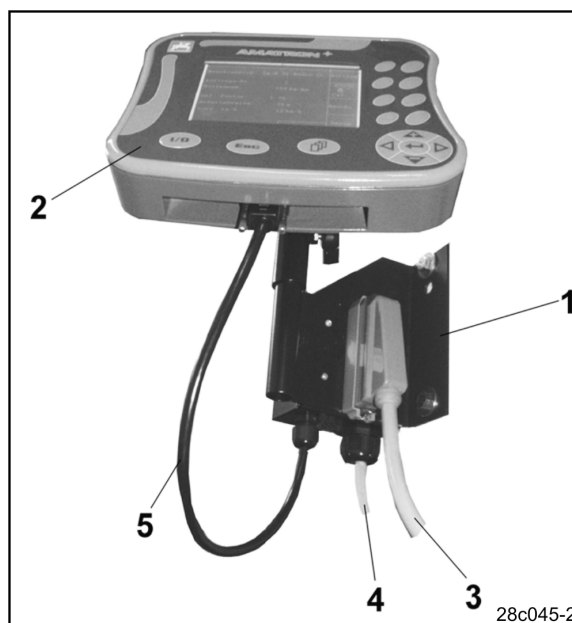
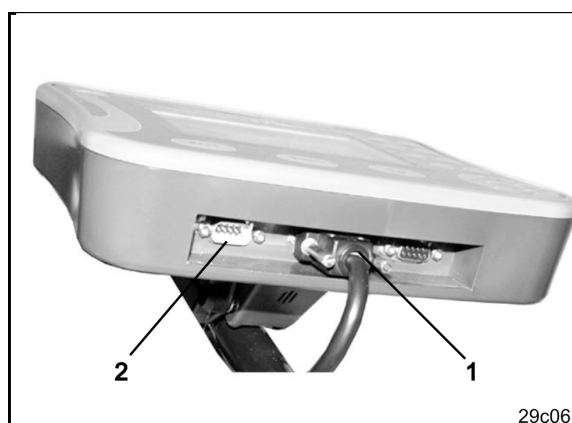

Fig. 3
Fig. 4
Beispiel (Fig. 3/6)
Das Terminal (Fig. 3/2) ist ein Universalgerät und kann an allen **AMAZONE**-Maschinen mit **AMATRON⁺** Jobrechner angeschlossen werden.
Das Terminal (Fig. 3/2) bzw. die Konsole (Fig. 3/1) wie folgt anschließen:
1. Die Sämaschine über den Maschinenstecker (Fig. 3/3) anschließen
2. Das Batterieanschlusskabel (Fig. 3/4) an die Schlepperbatterie anschließen.
3. Verbindungskabel (Fig. 3/5) am Terminal (Fig. 3/2) anschließen.
4. Den Stecker des Verbindungskabels (Fig. 3/5) in die mittlere 9-polige Sub-D-Buchse (Fig. 4/1) einstecken
Die serielle Schnittstelle (Fig. 4/2) ermöglicht die Anbindung eines GPS-Terminals.